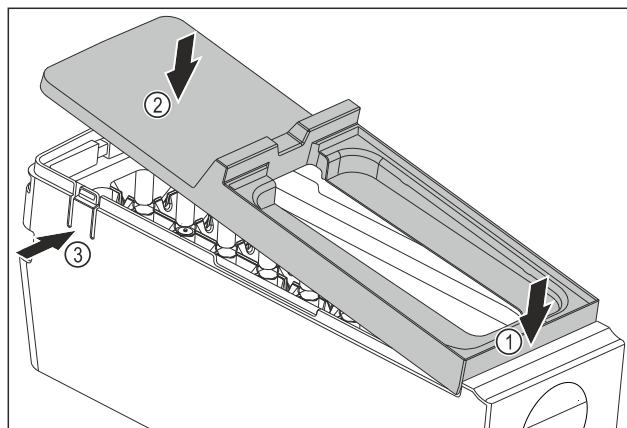

Fig. 86
- ▶ Montáž krytu korpusu EasyTwist-Ice: Nasadte kryt na přední stranu. Fig. 86 (1)
- ▶ Spusťte kryt vzadu dolů. Fig. 86 (2)
- ▷ Kryt slyšitelně zaklapne v obou lamelách Fig. 86 (3).